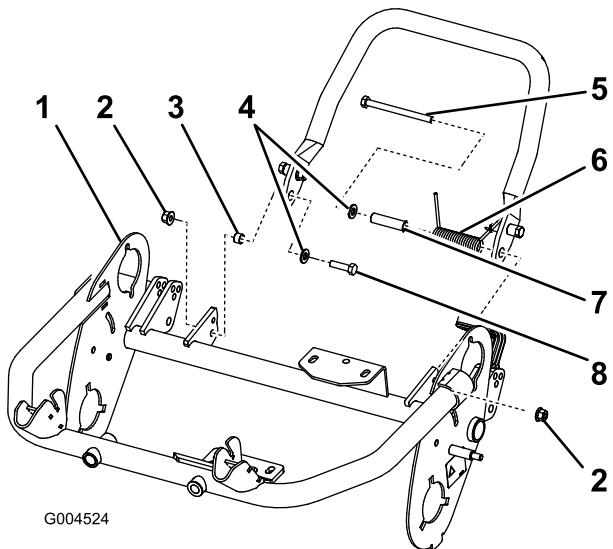

Bild 6
2. Setzen Sie eine Scheibe (M8) auf die kleine Schraube (M8-1,25 x 030). Montieren Sie die rechte Seite des Ständers mit der Schraube und der Scheibe, dem kleinen Distanzstück und der Sicherungsmutter (M8-1,25) am Rahmen (Bild 6). Stellen Sie sicher, dass die Schraube von der Innenseite des Rahmens eingesetzt ist, siehe Bild 6.
Wichtig: Setzen Sie beim Einbauen der Feder ein Ende der Feder unter den hinteren Rahmen (Bild 6).
Rahmen (Bild 6). Stellen Sie sicher, dass die Schraube von der Innenseite des Rahmens eingesetzt ist, siehe Bild 6.